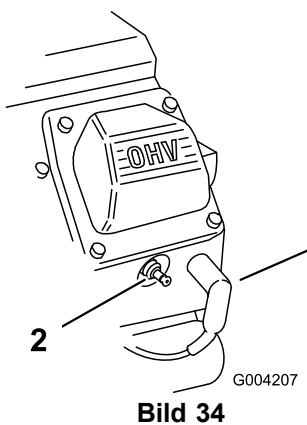

Bild 34
3. Ziehen Sie die Zündkerzenstecker ab (Bild 34).
3. Stecken Sie die Kabel auf die Zündkerzen (Bild 34).